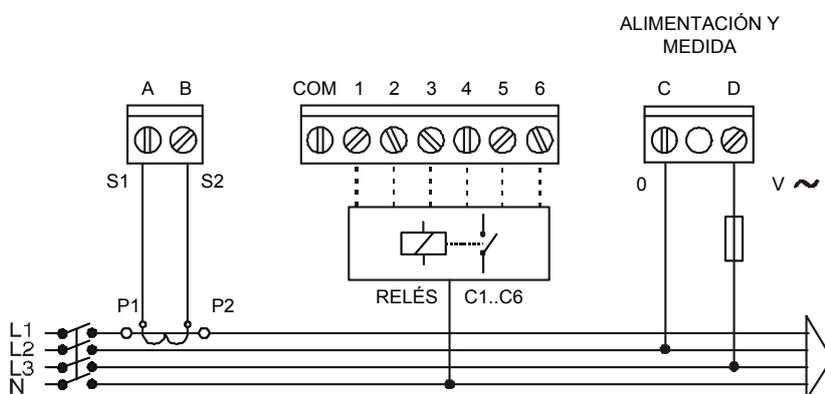
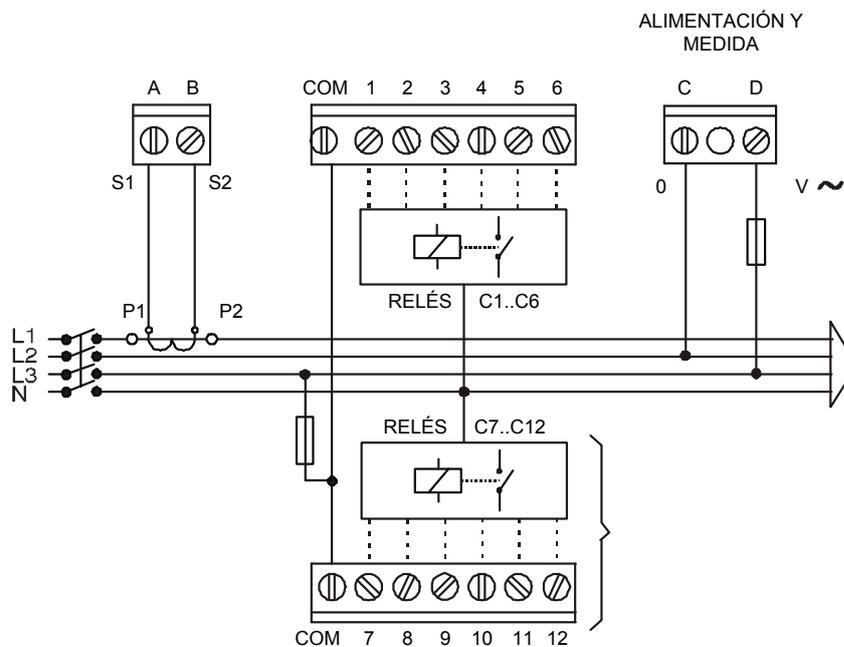

Figura 4: Computer Max 6.
Figura 5: Computer Max 12.
El transformador de corriente (TC) debe colocarse preferentemente en la fase L1, mientras que las tomas de tensión se deben conectar a las fases L2 y L3 (ver esquemas en las **Figura 4** y **Figura 5**). Deben respetarse las conexiones de P1, P2, S1 y S2 que se indican en los esquemas antes indicados. Caso de no respetar esta forma de conexión deberá ajustarse la fase siguiendo el procedimiento del apartado **“6.1.8.- SELECCIÓN DE LA FASE ENTRE TENSIÓN Y CORRIENTE”**.